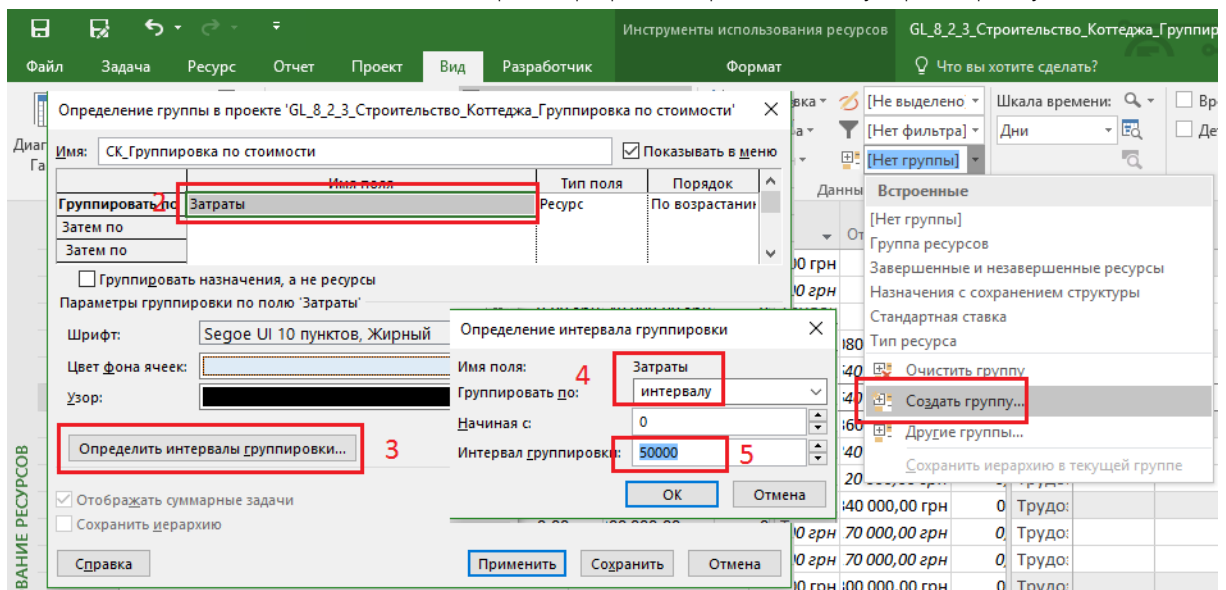

Рисунок 8.51 – Настройка группировки по стоимости ресурсов
- 3.6. По желанию можно выбрать шрифт, цвет фона ячеек и узор (см. рисунок 8.51).